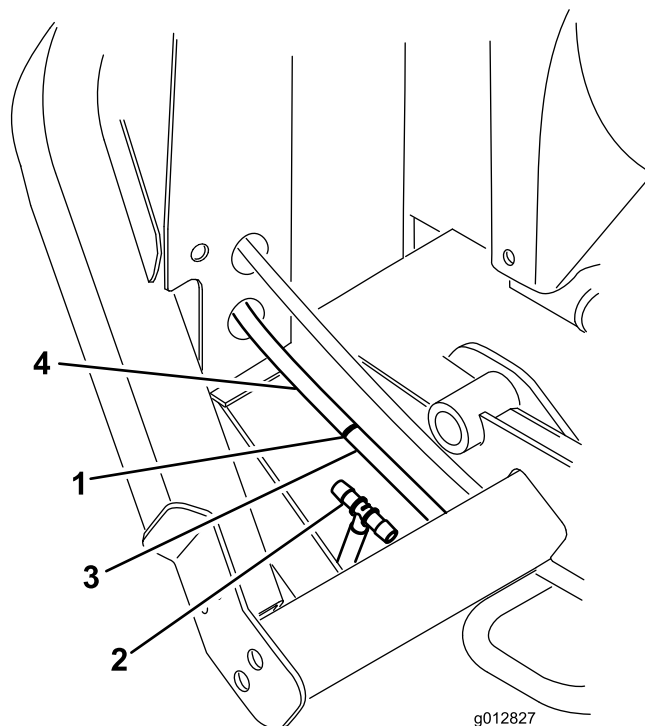

Figura 17
B. Misurate circa 12,7 cm dal telaio del radiatore e tagliate il flessibile di ritorno del radiatore dell'olio (**Figura 17**).